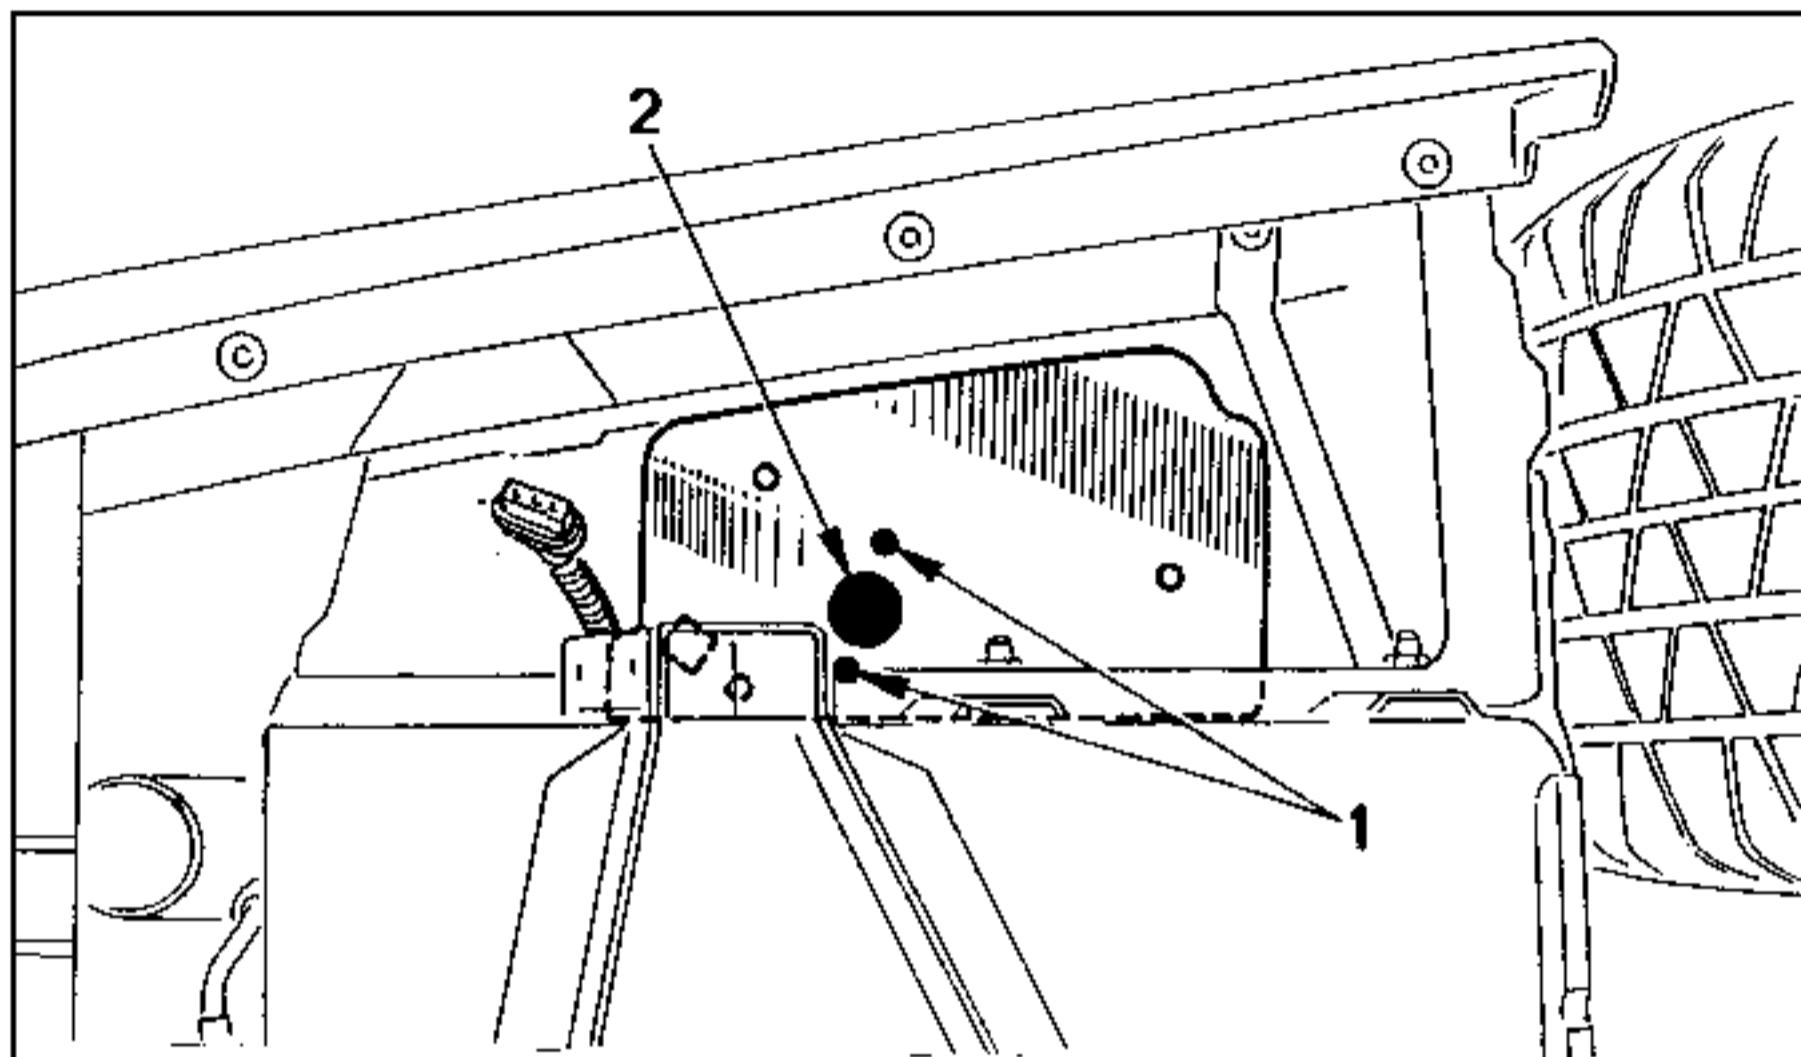

Fig. 7
- Percer les 2 trous de maintien diamètre 6 mm (1) (Fig. 7) et celui diamètre 27 mm (2) de la serrure.